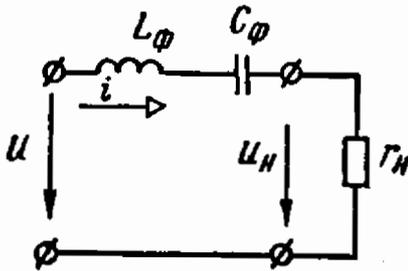

Рис. 8.16
8.16. Для выделения на нагрузочном резисторе r_H второй гармоники напряжения применен фильтр, собранный по схеме рис. 8.16. Определить отношение действующего значения напряжения второй гармоники к действующему значению напряжения для источника и напряжения на резисторе, если $L_\phi = 63,4$ мГ; $C_\phi = 0,001$ мкФ, $r_H = 500$ Ом, $f = 10$ кГц, а приложенное напряжение задано уравнением $u = (10,5 \sin \omega t + 4,7 \sin 2\omega t + 1,1 \sin 3\omega t)$ В.
В схеме рис. 8.16 на частоте 20 кГц возникает резонанс напряжений, поэтому